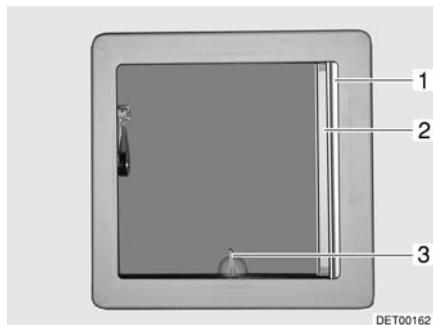
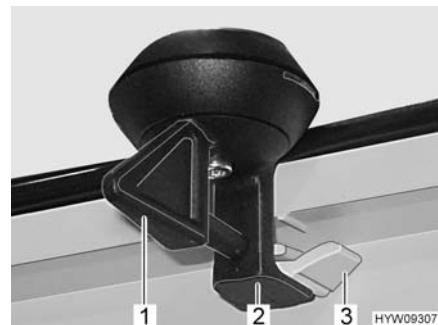

Fig. 46 Oblò inclinabile
Fig. 47 Bloccaggio (oblò inclinabile)
- Ruotare la leva (Fig. 47,1 o Fig. 46,3) di un quarto di giro.
- Girare la leva di un quarto di giro. Il bloccaggio (Fig. 47,2) deve entrare nell'aggancio inferiore (Fig. 47,3).
- Tirare la tendina oscurante pieghevole (Fig. 46,1) fino alla posizione desiderata e rilasciare. La tendina oscurante pieghevole rimane in questa posizione.
- Estrarre la zanzariera a rullo (Fig. 46,2) fino a quando non scatta il blocaggio dalla parte opposta.